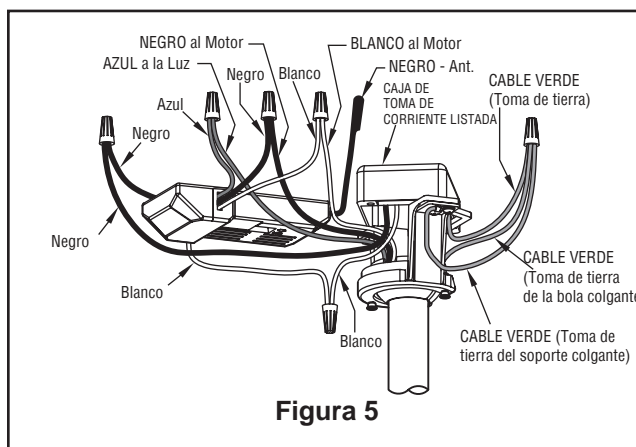

Figura 5
4. Conecte los cables verdes desde el soporte colgante y la bola colgante en el cable desnudo (toma de tierra) utilizando el conector de cables suministrado. Conecte el cable negro desde la unidad del receptor marcado "AC IN L" al cable negro de suministro de electricidad utilizando el conector de cables suministrado. Conecte el cable blanco desde la unidad del receptor marcado "AC IN N" al cable blanco de suministro de electricidad utilizando el conector de cables suministrado. Conecte el cable blanco desde la unidad del receptor marcado "TO MOTOR N" al cable blanco del ventilador utilizando el conector de cables suministrado con el receptor. Conecte el cable blanco desde la unidad del receptor marcado "TO MOTOR L" al cable blanco del ventilador utilizando el conector de cables suministrado con el receptor. Por último, conecte el cable azul del receptor al cable azul de la luz del ventilador utilizando el conector de cables suministrado. Coloque todos los cables conectados y la antena del receptor para permitir la instalación de la cubierta del techo. (Figura 5)